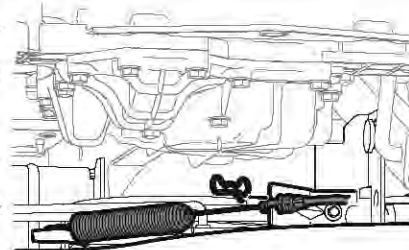

Figura 41
- Extraiga el pasador de chaveta que sujeta el cable de la PTO al soporte de la plataforma, tire hacia atrás del cable de la PTO, luego deslícelo fuera del soporte y desenganche el resorte de la polea loca. Consulte la Figura 41.